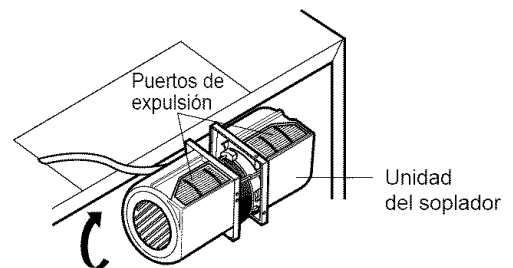

Figura 15
4. Rote la unidad de modo que los puertos de expulsión enfrenten la parte posterior del gabinete. Vea la **Figura 15**. Antes de inserte la unidad del soplador, el cable del soplador debe quedar como se ve en la **Figura 15**.